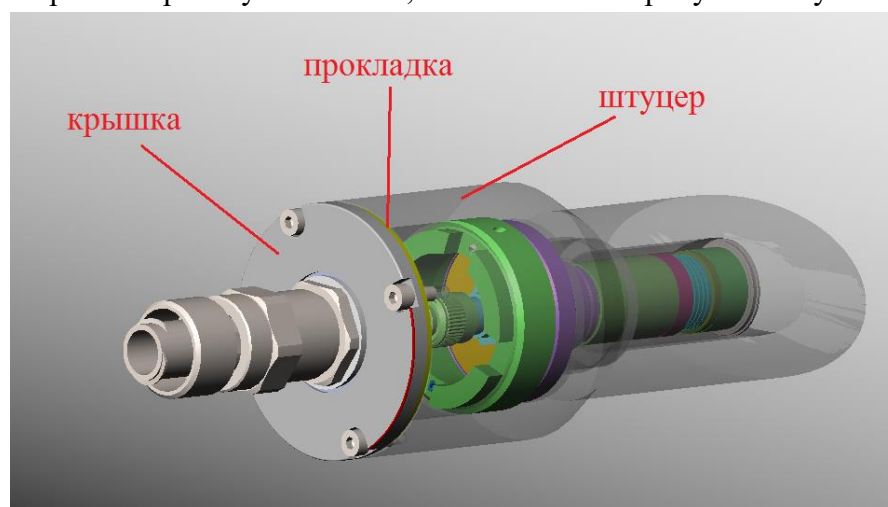

Рисунок 56 – установка крышки
4.2.2.28 Зафиксировать крышку на 4 винта, как показано на рисунке Рисунок 56.